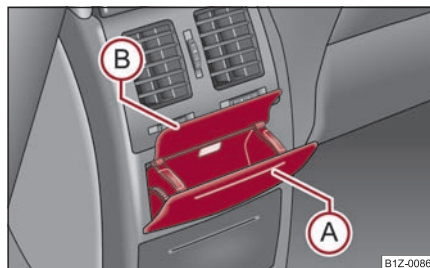

Fig. 118 Consola central alta: Cenicero trasero
- Presione la parte superior de la tapa del cenicero en la zona (A) ⇒ fig. 118.